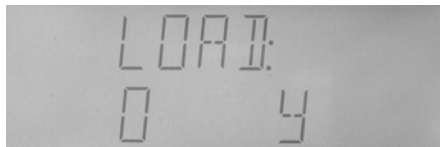

图 4—28 文件加载
- a) 在文件功能操作页，通过【◀】或【▶】键选择“LOAD”项，如图 4—28 所示。